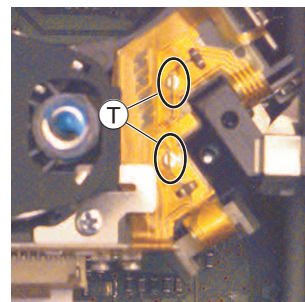

Fig. 8
- werkseitig angebrachte Schutzlötstellen der Lasereinheit entfernen ⓘ (Fig. 8).